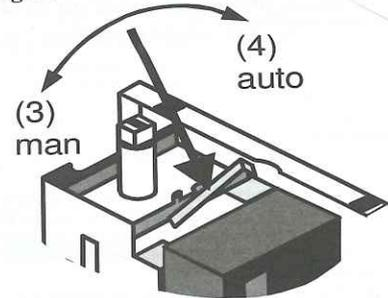

Fig. 7
- Pressione di prova max PT: vedi Fig. 7
- Pressione di funzione max PS: vedi Fig. 7
(2) Campo di Lavoro (Fig. 7):